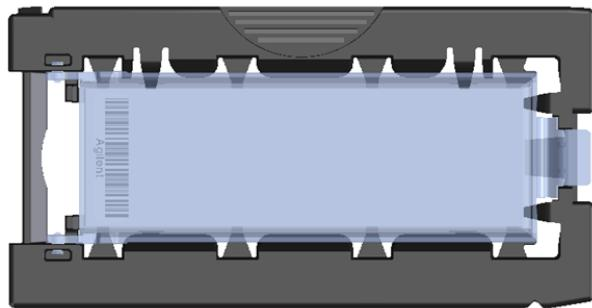

Figura 41 Portavetrini – chiuso con vetrino
- g Chiudere il coperchio di plastica del vetrino, spingendo sull'estremità della linguetta fino a sentire un 'clic'. Vedere Figura 41.